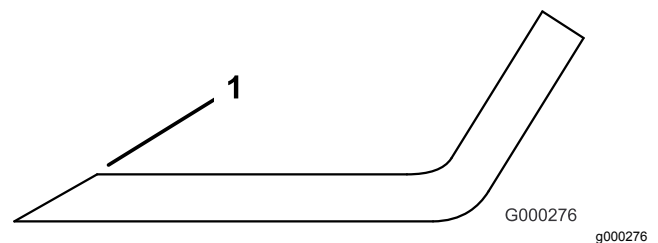

Figure 99
1. Au moyen d'une lime, aiguissez les tranchants à chaque bout de la lame (Figure 99).